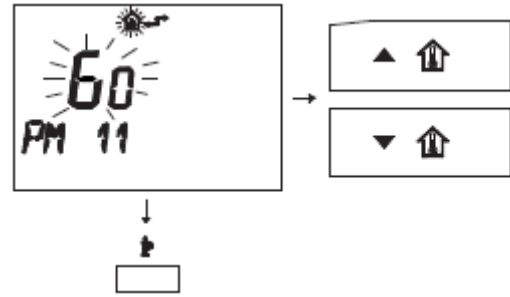

рис. 5.54
- Поменяйте установленное значение с помощью кнопок ▲⬆️ или ▼⬆️, и подождите, пока цифровое значение начнёт мигать (рис. 5.54) Каждый интервал увеличения или уменьшения равен 1 секунде.